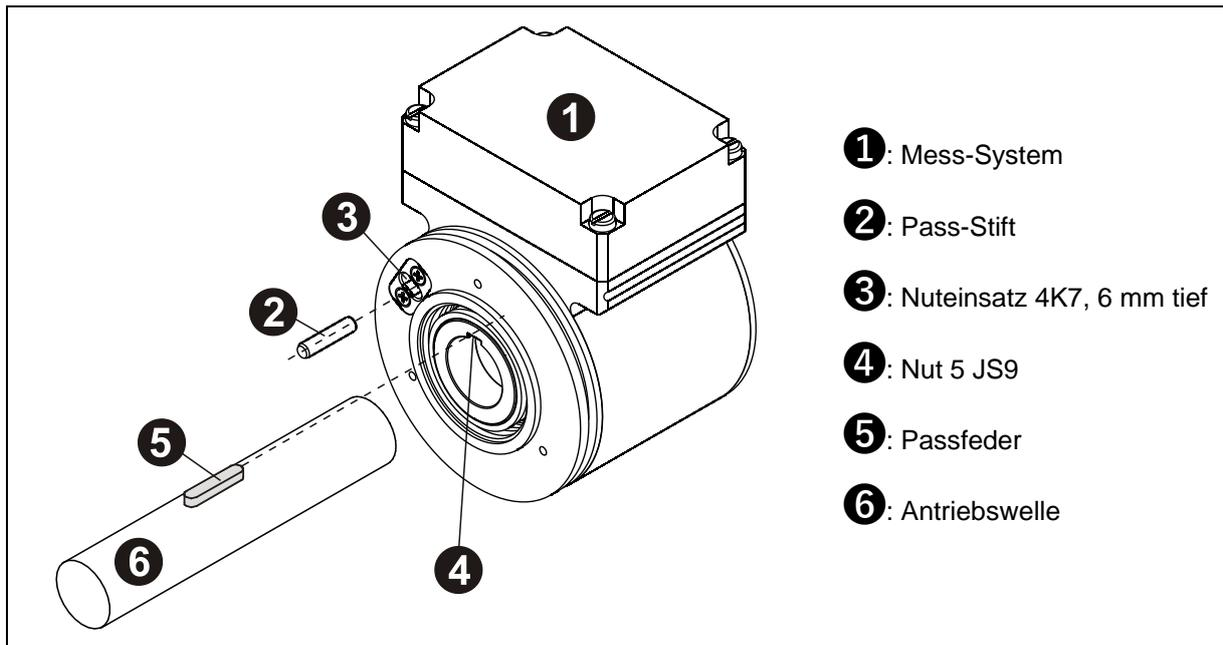

Abbildung 5: Formschluss
- Die Fixierung des Mess-Systems wird über einen Pass-Stift auf der Antriebsseite realisiert, siehe Abbildung 5.